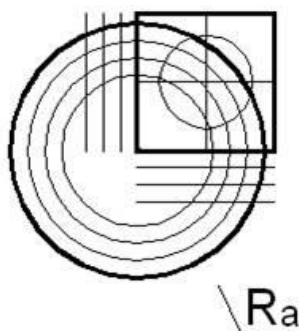

Рис. 71. Создание подобий окружности b
6. Создайте подобие окружности b с помощью команды **Подобие**. Расположите копии окружности b , с интервалом 15мм (см. рисунок 71).